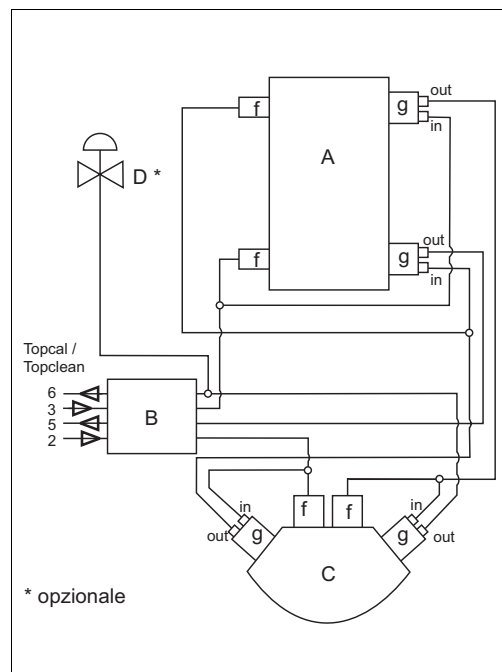
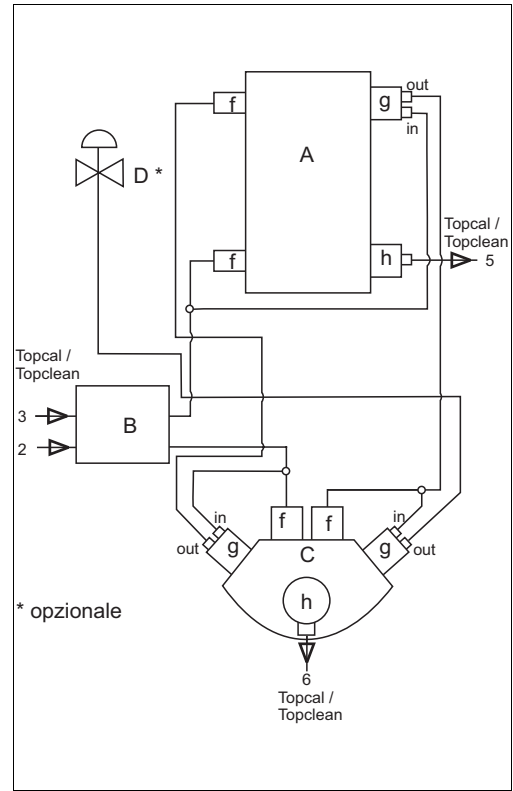

Fig. 11: Tubo flessibile
Fig. 13: Tubo flessibile
- Versione "Interruttore di soglia elettrico": 3 interruttori di soglia pneumatici e 2 interruttori di soglia induttivi (Vedere Fig. 13)
3. Tagliare il seguente tubo flessibile dell'aria compressa (Vedere Fig. 11, fig. 13): dal blocco della connessione pneumatica, ingresso 6 al corrispondente interruttore di soglia pneumatico sul controllo della valvola a sfera.